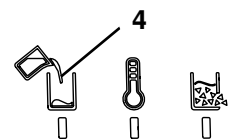

図 12
- ◆ 「加熱/運転準備完了」インジケータ（5、図12）が消灯しています。